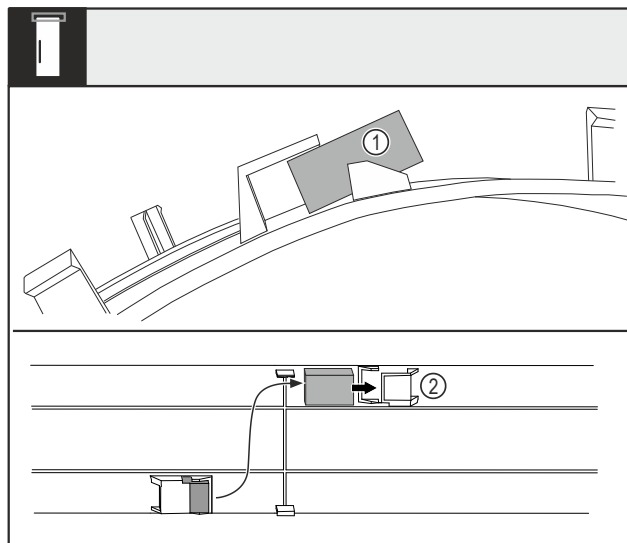

Fig. 16
- ▶ Огънете капака и издърпайте магнита на вратата Fig. 16 (1) от гнездото.
- ▶ Поставете магнита на вратата в другото гнездо Fig. 16 (2).